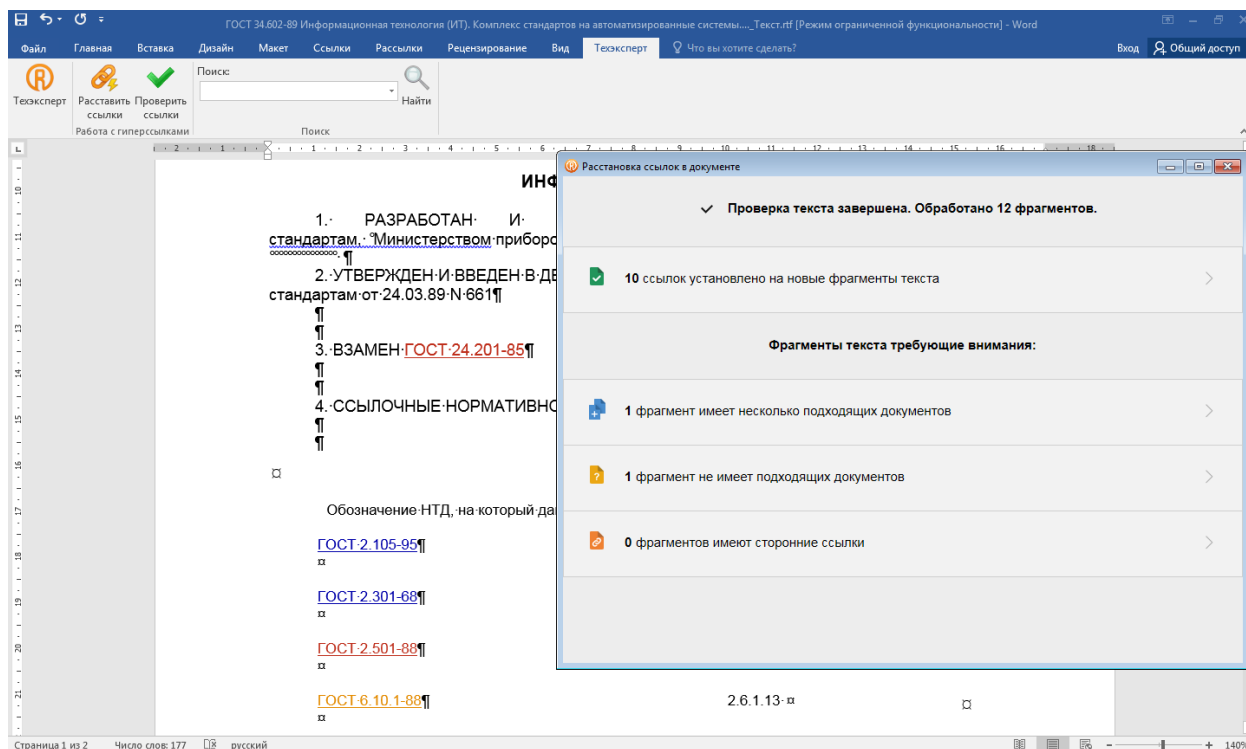
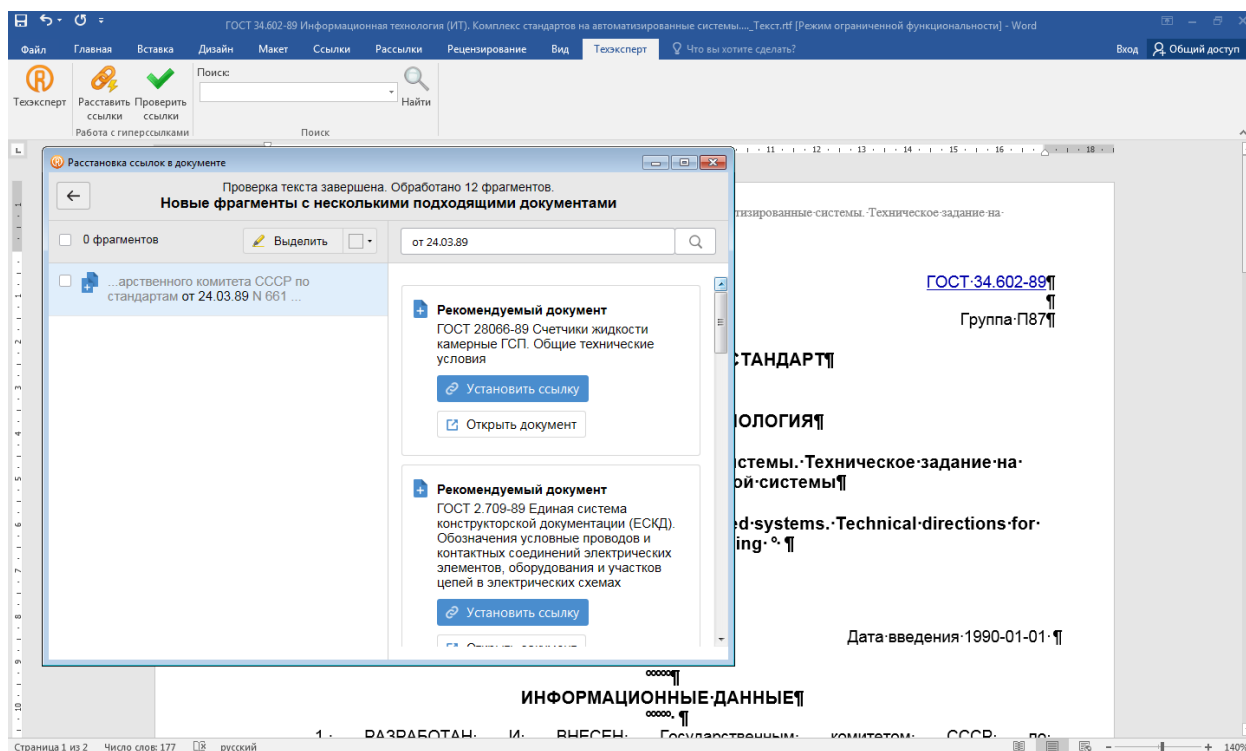

Рис. 16. Расстановка гиперссылок в Word
Рис. 16.1. Расстановка гиперссылок в Word. Фрагменты с несколькими подходящими документами
4. Утилита произвела обработку 12 фрагментов текста (рис. 16): на 10 фрагментов расставлены ссылки, 1 фрагмент не опознан и 1 фрагмент имеет несколько подходящих документов. Фрагмент имеет несколько подходящих документов (рис. 16.1.) – это текст, который можно соотнести с несколькими нормативными документами. Например, в тексте автор ссылается на документ, у которого есть несколько редакций. В этом случае утилита предложит выбрать конкретную редакцию для гиперссылки. Фрагменты не имеют подходящих документов – это текст, для которого не нашлось соответствующего нормативного документа в системах «Техэксперт» (причиной этого может быть неполное наименование, ошибка в дате или номере документа). Для того чтобы уточнить, есть ли этот документ в системах, можно запустить поиск через надстройку. А после установить ссылку вручную.